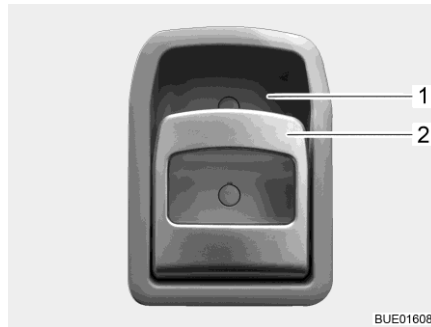

Fig. 54 Cerradura de la puerta (puerta de entrada en el interior)
- Abrir:** ■ Tirar del tirador (Fig. 54,2). Se desbloqueará o bien abrirá la cerradura de la puerta.
- Bloquear:** ■ Presionar la parte superior del tirador (Fig. 54,2) hacia el alojamiento del tirador (Fig. 54,1). Se bloqueará la cerradura de la puerta.